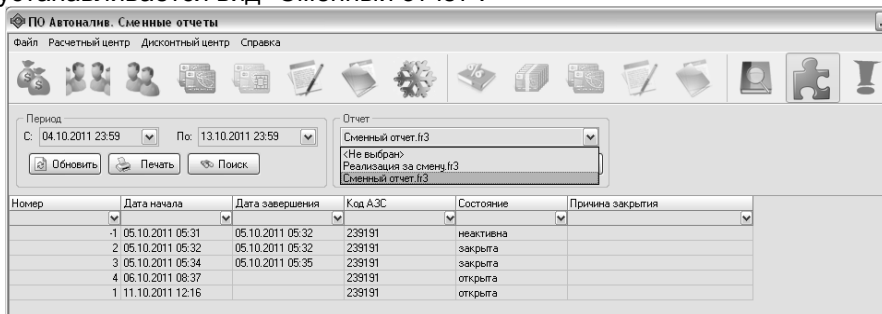

Рисунок 12
3.2 На вкладке "ПО Автоналив. Сменные отчеты" (рисунок 12) производится работа с отчетами по данным, получаемым с помощью уровнемеров. Отчеты формируются по сменам за определенный период, начало и конец которого вводится в поле "Период", в поле "Отчет" устанавливается вид "Сменный отчет".